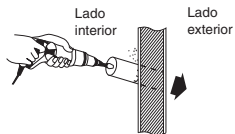

Fig. 3-35
- (4) Utilizando una sierra de arco, una sierra de orificio muescada o un instrumento de perforación de orificios, realice un orificio en la pared. (Fig. 3-35)